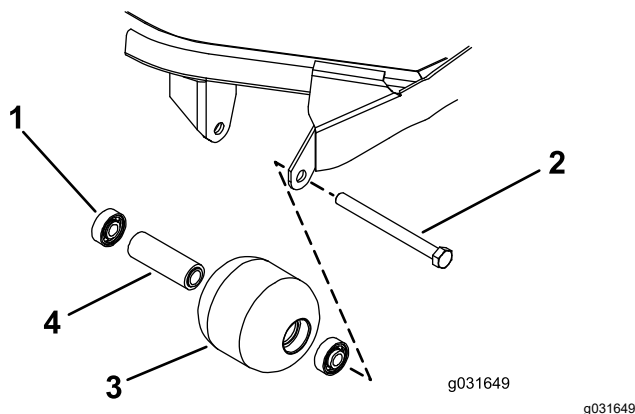

Figure 72
1. Retirez le boulon de fixation du galet (Figure 72).
4. Vérifiez l'état du logement de roulements, des roulements et de la douille d'écartement (Figure 72).
1. En exerçant une pression uniquement sur la bague extérieure ou uniformément sur les bagues intérieure et extérieure, poussez le premier roulement dans le logement du galet (Figure 72).
2. Insérez l'entretoise (Figure 72).
3. En exerçant une pression uniquement sur la bague extérieure ou uniformément sur les bagues intérieure et extérieure, poussez le second roulement dans le logement du galet jusqu'à ce qu'il rencontre l'entretoise (Figure 72).